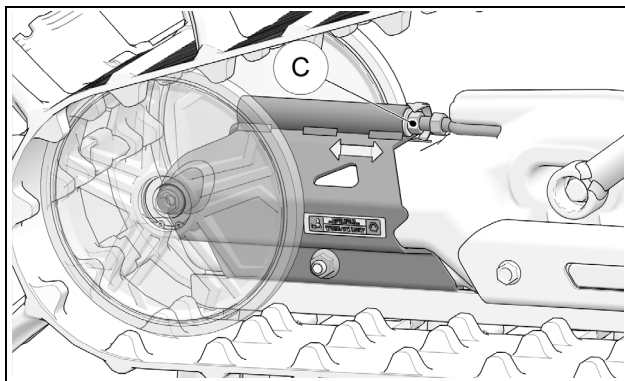

Figure 24
Tourner l'écrou d'ajustement de tension (C) dans le sens horaire ou antihoraire pour régler la chenille à la tension recommandée. Figure 24.